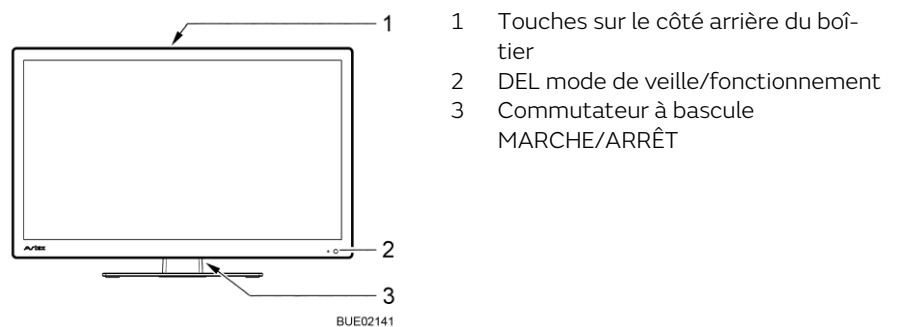
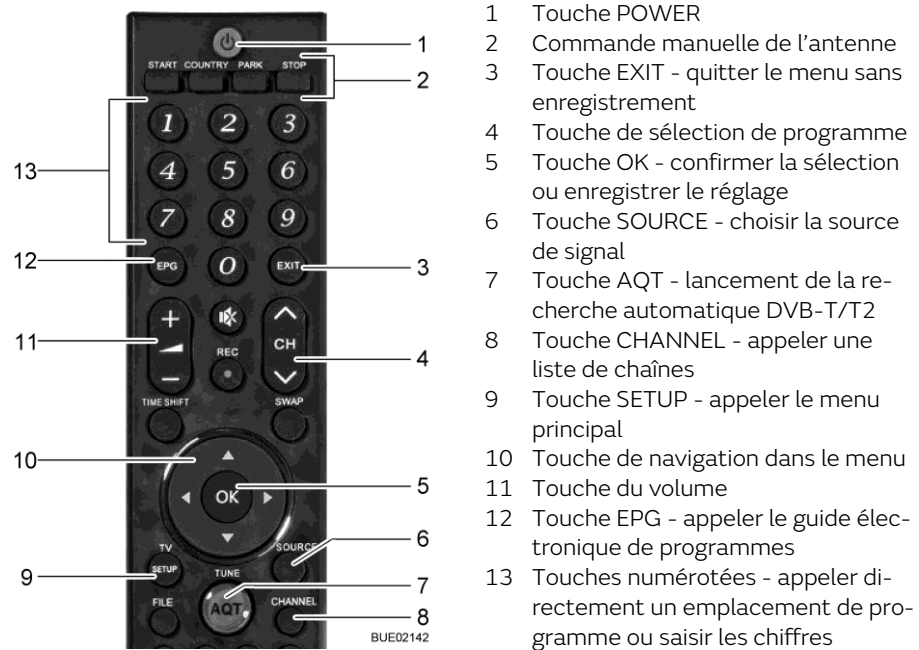

Fig. 64 Commande à l'écran plat
Fig. 65 Télécommande
- Positionner le commutateur à bascule (Fig. 64,3) en face arrière de l'écran plat sur MARCHE. Le système passe dans le mode de veille. La DEL (Fig. 64,2) s'allume en rouge.
- Appuyer sur la touche POWER (Fig. 65,1) de la télécommande. La DEL (Fig. 64,2) s'allume en bleu.
- Appuyer sur les touches de sélection de programme (Fig. 65,4 ou Fig. 65,13) jusqu'à ce que le programme de télévision désiré soit choisi.
- Appuyer sur la touche SOURCE (Fig. 65,6) jusqu'à ce que la source de signal désirée soit choisie.
- Appuyer sur la touche PARK (Fig. 65,2). L'antenne se met en position rangée.
- Appuyer sur la touche SOURCE (Fig. 65,6) jusqu'à ce que la source de signal désirée (telle que DVD) soit choisie.
- Appuyer sur la touche POWER (Fig. 65,1) de la télécommande. Le système passe dans le mode de veille. La DEL (Fig. 64,2) s'allume en rouge.
- Positionner le commutateur à bascule (Fig. 64,3) en face arrière de l'écran plat sur ARRÊT.